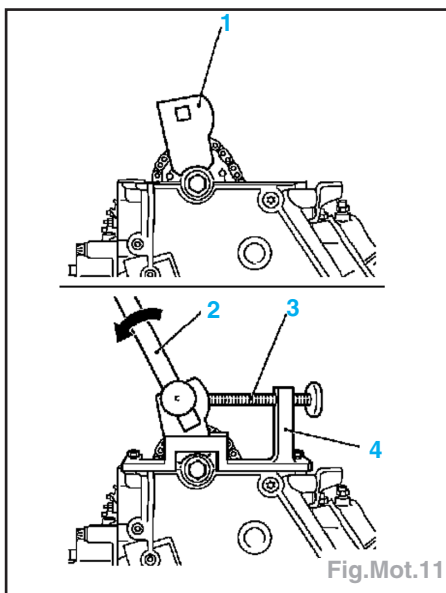

Fig.Mot.11
- Placer en position verticale le taquet d'entraînement (1) de l'outil de réglage réf KM-933 dans le pignon d'arbre à cames, puis mettre en place l'outil de réglage réf KM-933 (4) sur la culasse (Fig.Mot.11).
- Exercer une légère pression sur le taquet d'entraînement à l'aide d'un levier (2) dans le sens de la flèche (dans le sens contraire de la marche moteur) et fixer à l'aide d'une vis de blocage (3) (Fig.Mot.11).